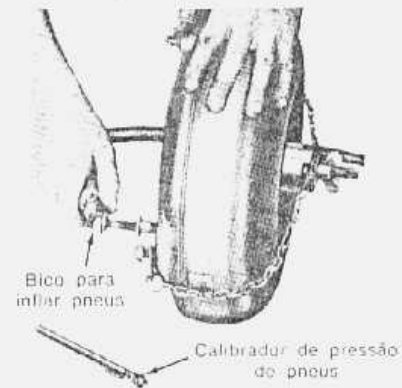

fig. 12 — instalação da ferramenta para verificação de vazamentos do conversor
1. Instalar o hujão no conversor (fig. 12) e expandi-lo apertando a porca-borboleta — Prender as correntes de segurança.